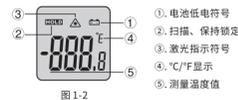

图 1-2
- 液晶显示: 红外线测温仪开机后, 屏幕上显示详细功能说明符号。(如图1-2)